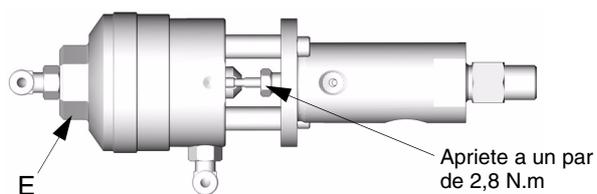

FIG. 3
Para abrir las válvulas dispensadoras o de purga, gire su tuerca hexagonal (E) *en sentido antihorario*. Para cerrar, gírela *en sentido horario*. FIG. 3.
- Limpie e inspeccione el conjunto del mezclador del integrador. Siga **Servicio del integrador y del mezclador estático**, página 16. Compruebe que los orificios de distribución del tubo del integrador (27) no están obstruidos. La frecuencia de limpieza necesaria depende de los fluidos que estén siendo mezclados.
- Compruebe el par de apriete de la tuerca prensaestopas (2,8 N.m) en las válvulas dispensadora/purga. FIG. 3, página 11.